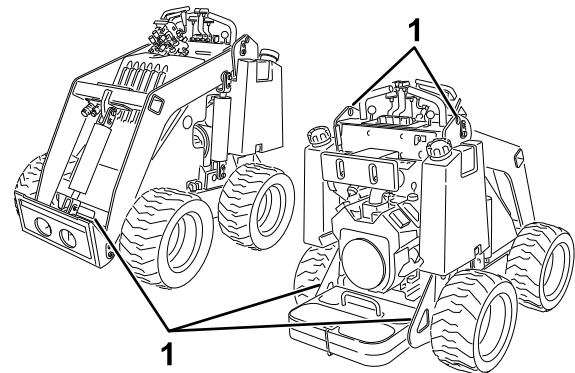

Figure 13
8. Servez-vous des points d'attache en métal de la machine pour l'arrimer solidement sur la remorque ou le véhicule de transport au moyen de sangles, chaînes, câbles ou cordes (Figure 13). Reportez-vous à la réglementation locale concernant les exigences d'arrimage.
Vous pouvez soulever la machine en vous servant des points d'attache/de levage ; voir Figure 13.